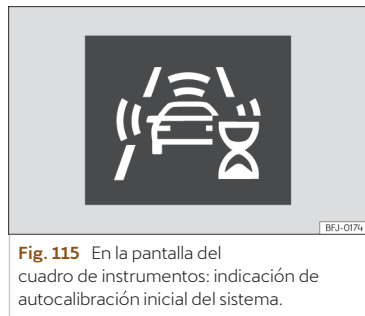

Fig. 115 En la pantalla del cuadro de instrumentos: indicación de autocalibración inicial del sistema.
- Durante los primeros instantes de conducción tras conectar el encendido, a causa de la autocalibración inicial del sistema. Durante ese periodo se muestra un icono de estado >>> **fig. 115.**